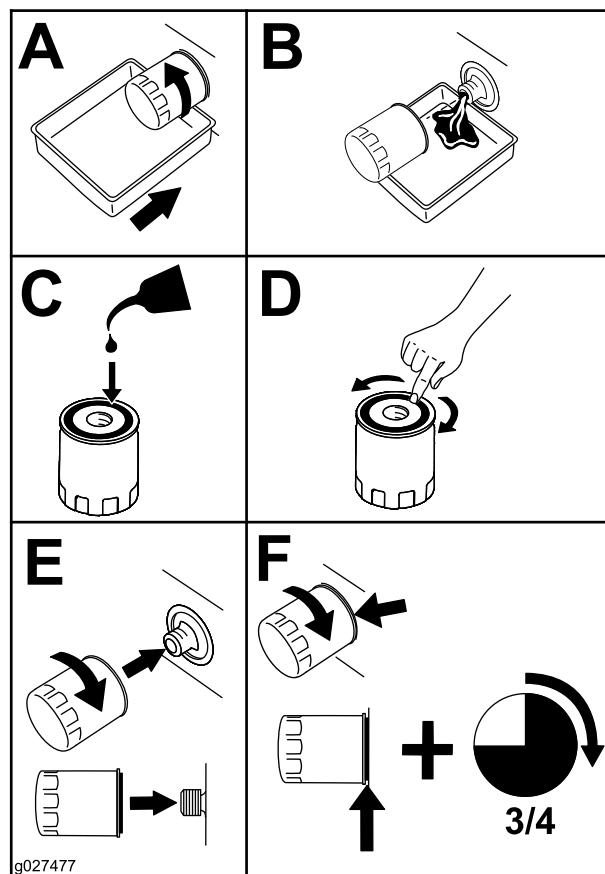

Figura 41
5. Substitua o filtro do óleo do motor (Figura 41).